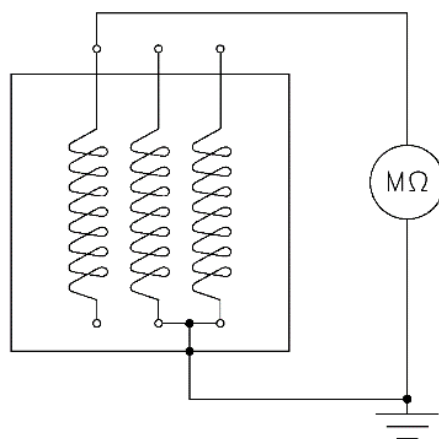

Abbildung 5-1
- **Hauptstator:** bevor die Messung des Isolationswiderstands vorgenommen wird, müssen die Anschlüsse an den Regelvorrichtungen (Spannungsregler oder andere Einrichtungen) oder anderen Geräten der Gruppe gelöst werden. Die Messung wird zwischen einer Phase und Masse durchgeführt, wobei die anderen beiden Phasen zusammen mit den Hilfskontakten ebenfalls an Masse geschlossen werden (dieser Vorgang ist an allen drei Phasen zu wiederholen). Siehe Abbildung 5-1 Messung des Isolationswiderstandes an der Statorwicklung.